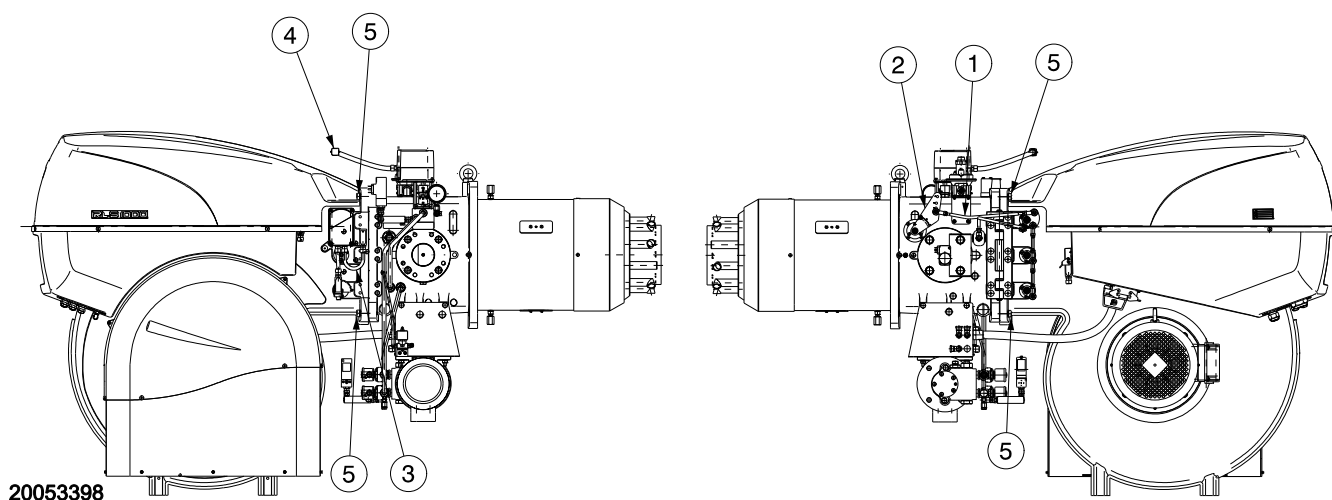

图 42
- 拧松螺母 2)，取下调节燃烧头开启杠杆的拉杆 1) (图 42)；